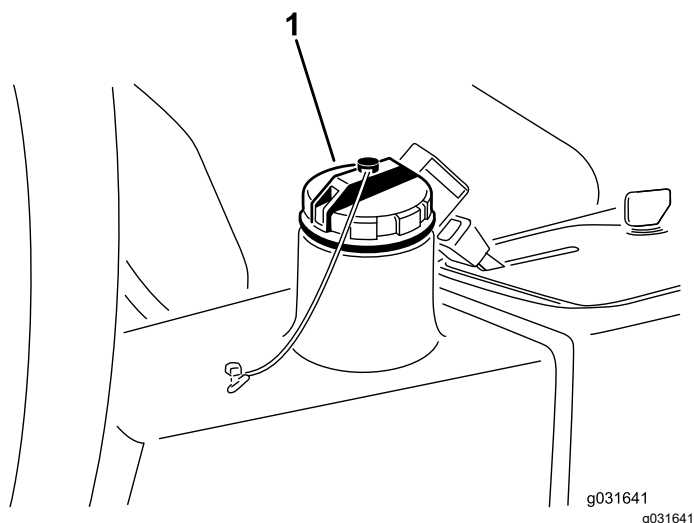

Рисунок 66
4. Залейте в бак (Рисунок 66) приблизительно 13,2 литра гидравлической жидкости; см. разделы Характеристики гидравлической жидкости \(страница 62\) и Проверка уровня гидравлической жидкости \(страница 63\).